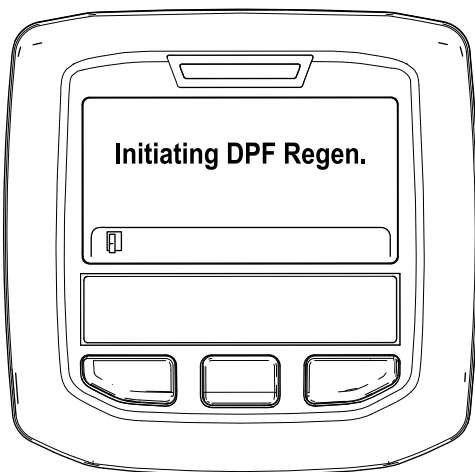

図 43
A. Initiating DPF RegenDPF 再生開始中というメッセージが表示される 図 43。